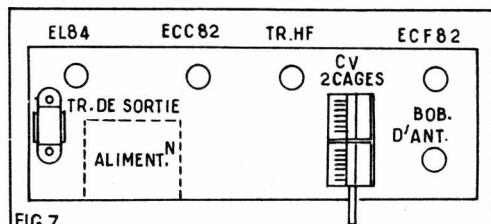

FIG.7
5) Aucun blindage n'est nécessaire, cela dépend surtout de la disposition générale du récepteur et je ne puis assez recommander le montage dit « en ligne » ou en L (voir fig. 7)